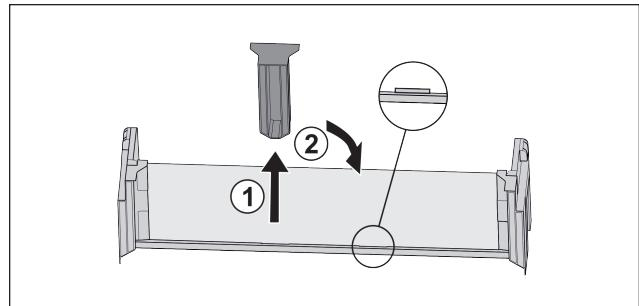

Fig. 83 *
- Snemite sredinski držalni del Fig. 83 (1).*
- Sredinski držalni del vstavite na drugem položaju Fig. 83 (2).*